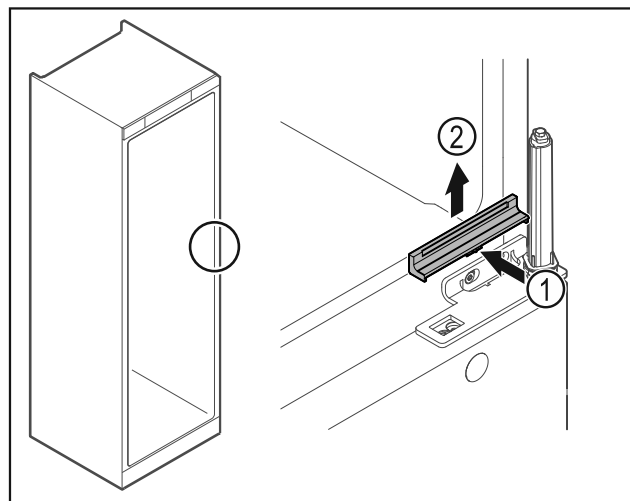

Fig. 21
- Finoman nyomja be a közepén a burkolatot Fig. 21 (1), és felfelé vegye le Fig. 21 (2).